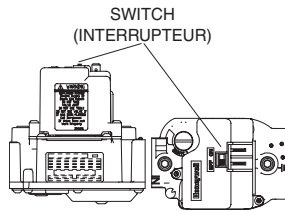

Figure 1
6. Move the gas control switch to the "OFF" position. (See Figure 1)
7. Wait five (5) minutes to clear out any gas. Then smell for gas, including near the floor. If you smell gas, **STOP!** Follow "B" in above information. If you don't smell gas, go to the next step.
8. Move the gas control switch to the "ON" position. (See Figure 1)
6. Réglez l'interrupteur de commande du gaz à la position "OFF". (voir Figure 1).
7. Attendre cinq (5) minutes pour s'assurer de la dissipation du gaz. En cas d'odeur, **ARRÊTER LE PROCÉDÉ.** Suivre les instructions ci-dessus (Section B). En l'absence de toute odeur de gaz, avancer à l'étape suivante.
8. Réglez l'interrupteur de commande du gaz à la position "ON". (voir Figure 1).
4. Move the gas control switch to the "OFF" position. Do not use force. (See Figure 1)